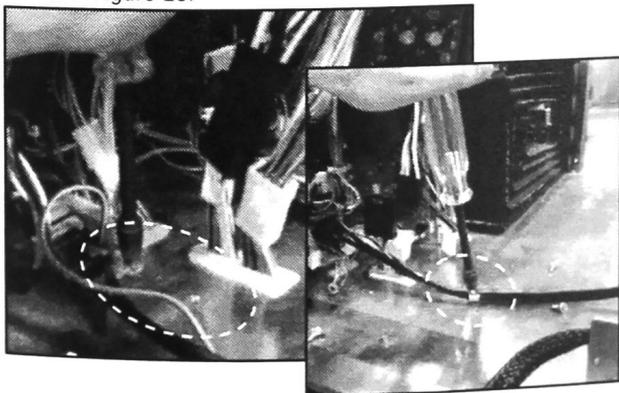

FIGURE 23
24. Refixer les connexions de mise à la terre au moyen des mêmes vis que celles retirées à l'étape 11. Revisser la vis retirée à l'étape 12 sur le serre-câble du cordon d'alimentation. Voir Figure 23.